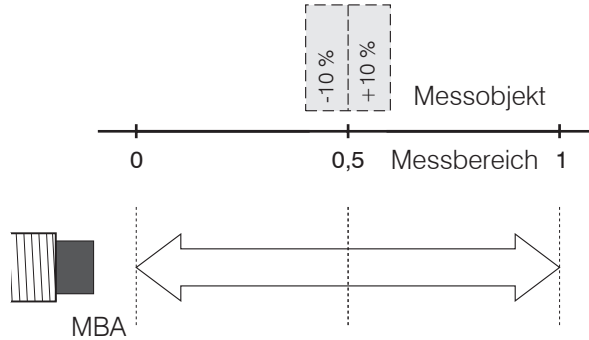

Abb. 34 Lagetoleranz des Messobjekts in Messbereichsmitte
- ➡ Drücken Sie die Taste ←, um den Wert für die Messbereichsmitte (MessBMitte) bedingt durch die Lagetoleranz, siehe Abb. 34, zu editieren.